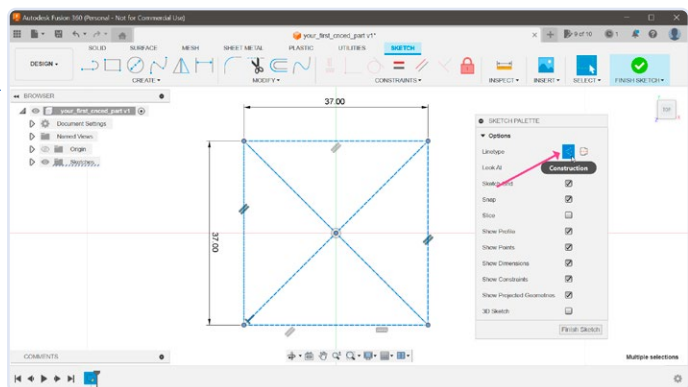

Figure 3. Modification de la définition des lignes dans le mode Construction.
- Nous n'utiliserons pas cette forme pour extruder le boîtier parce que nous avons besoin de place autour du circuit imprimé. Il est logique de sélectionner toutes les lignes et de les transformer en lignes de construction en cliquant sur le bouton **Construction** dans la boîte de dialogue **Sketch Palette**. Ceci indique au programme Fusion 360 que nous n'utilisons les lignes que comme guides (figure 3).